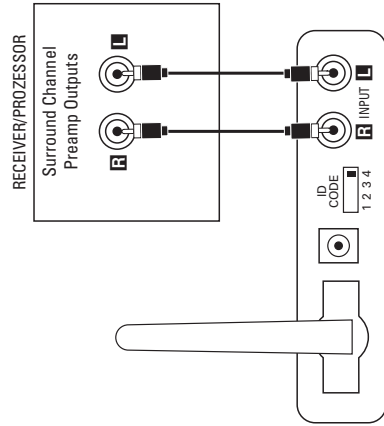

Abbildung 1.
Schließen Sie das mitgelieferte Verbindungskabel an die Buchsen für den linken und rechten Surround-Ausgang auf der Rückseite Ihrer Tonquelle an. Stecken Sie das andere Kabelende in die entsprechenden Buchsen ④ auf der Rückseite des Sendemoduls (siehe Abbildung 1).